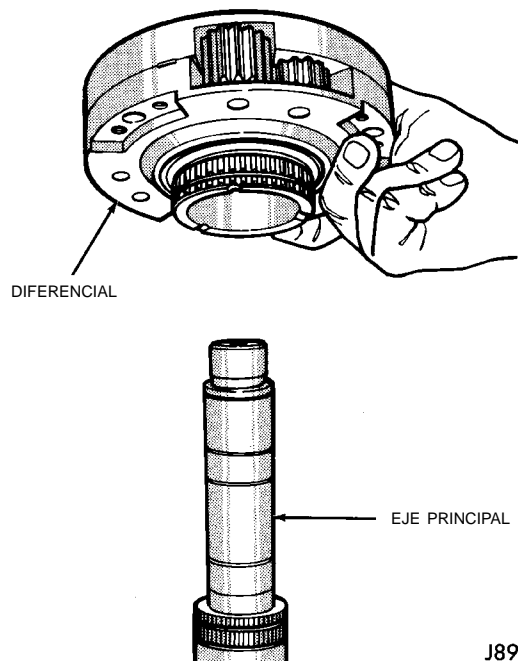

Fig. 34 Desmontaje del diferencial
(11) Retire el diferencial (Fig. 34).
(12) Retire los cojinetes de aguja del diferencial y ambas arandelas de empuje del cojinete de aguja del eje principal.